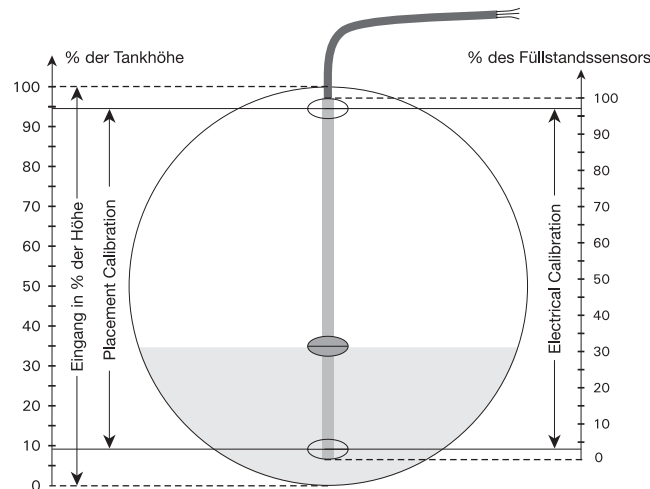

Abbildung 1, Querschnitt durch einen horizontalen zylindrischen Tank
Die folgende Beschreibung der Konfiguration mit einem Potentiometereingang beruht auf Abbildung 1. Beachten Sie bitte, dass die PRelevel-Software nur in der englischsprachigen Version vorliegt. Die Menütexte sind daher hier so angegeben, wie sie auf dem Bildschirm erscheinen. Wählen Sie zunächst die Registerkarte **[Input]**:
**[Electrical Calibration]** Geben Sie den Bereich, der vom angeschlossenen Potentiometer erkannt werden soll, ein oder lassen Sie PRelevel den verfügbaren Bereich messen. Der Messumformer muss an die Kommunikationsschnittstelle angeschlossen werden, bevor die Werte gemessen werden können. Die Werte gemäß Abbildung 1 sind 'Low' = 3% und 'High' = 97%.
**[Placement Calibration]** Geben Sie die Positionen der 'Low'- und 'High'-Punkte der elektrischen Kalibrierung des Füllstandssensors im Verhältnis zur Höhe des Tanks ein. Diese Werte werden für die Berechnung der linearisierten Werte verwendet und für die Berechnung von 0% und 100% der Höhe. Die entsprechenden Werte in Abbildung 1 sind 'Low' = 9% und 'High' = 94%.
Die Werte in Abbildung 1 sind 'Low' = 0% und 'High' = 100%.